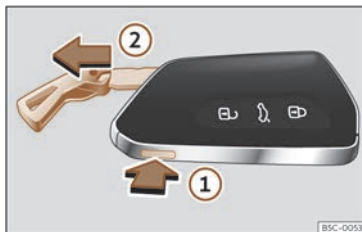

Fig. 76 Clau del vehicle:extreure l'espasí.
- Si premeu una vegada el botó»» fig. 76 ① es desbloqueja l'espasí i apareix una argolla a manera de clauer.
- Premeu el botó ① i, al mateix temps, estireu l'argolla en la direcció de la fletxa »» fig. 76 ② per extreure completament l'espasí.